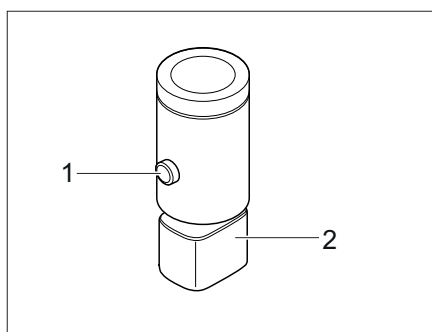

Fig. 55 Faretto a LED (esempio)
- Premere il tasto di accensione/spegnimento (Fig. 55,1). Il faretto a LED è acceso.
- Premere nuovamente il tasto di accensione/spegnimento (Fig. 55,1). Il faretto a LED è spento.
- Afferrare il supporto (Fig. 55,2) e girarlo di 90°.
- Riapplicare il faretto a LED nel sistema di guide nella posizione desiderata e girare il supporto (Fig. 55,2) di 90°.